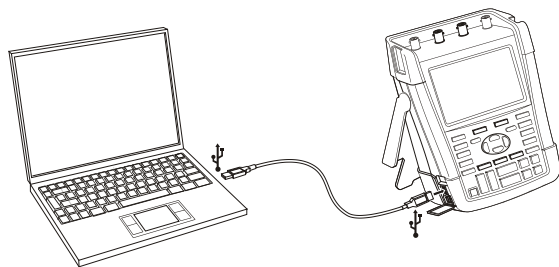

図 36. コンピューターとの接続
- USB-A～ミニUSB-B インターフェース・ケーブルを使用して、コンピューターを本器のミニUSBポートに接続します(図36参照)。